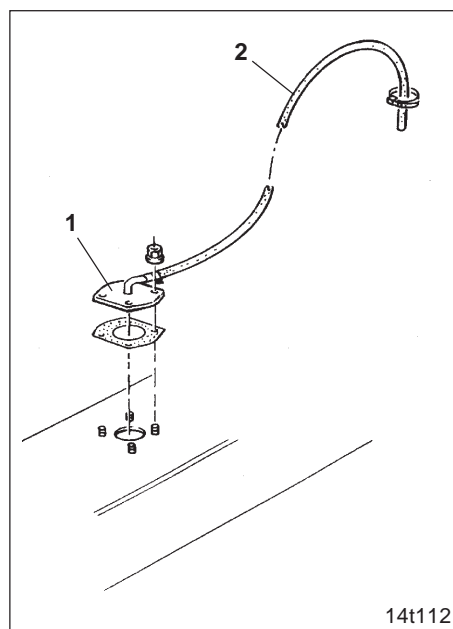

Fig. 19.4
Der Ölstand in der Stirnradwanne ist alle 100 Betriebsstunden zu kontrollieren. Bei waagrecht stehendem Kreiselgrubber müssen die Zähne der Stirnräder in der Stirnradwanne zur Hälfte mit Getriebeöl bedeckt sein. Zur Kontrolle ist der Deckel (Fig. 19.4/1) mit dem Entlüftungsrohr (Fig. 19.4/2) zu entfernen.
**Der Kontrolldeckel (Fig. 19.4/1) ist mit einem Entlüftungsrohr (Fig. 19.4/2) ausgerüstet. Die Entlüftung**
- Getriebe (Fig. 19.4/2) und Stirnradwannendeckel (Fig. 19.4/3) demontieren.
Das Getriebe kann nach dem Lösen der vier Skt.-Mutter (Fig. 19.4/4) mit einem Kran angehoben werden. Zum Befestigen des Kranhakens ist eine Ösenschraube (Fig. 19.4/5) in das Getriebegehäuse einzuschrauben.